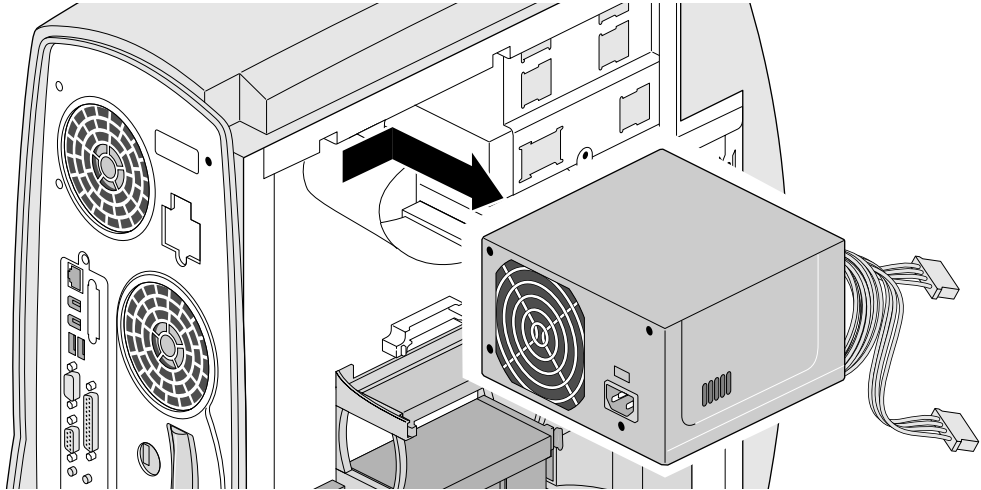

Figura 7-3 Rimozione dell'alimentatore dal sistema
6. Estrarre l'alimentatore con cautela, come illustrato nella Figura 7-3.